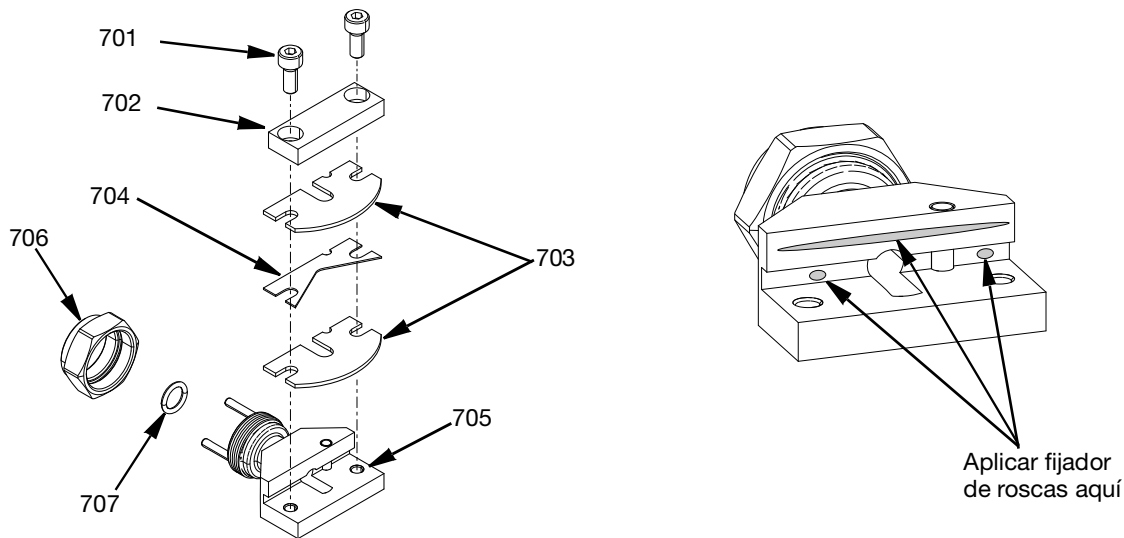

FIG. 41
- Coloque el espaciador de boquilla (704) entre dos placas de boquilla exterior WC (703) y alinee las muescas de las piezas.
- Aplique fijador de roscas azul de resistencia media; el utilizado para este montaje es Loctite® 242 o equivalente a la superficie que se muestra en FIG. 41.
- Coloque las piezas intercaladas contra el escalón de la boquilla del alojamiento (705), alineando las muescas con el pasador de posicionamiento que hay en la boquilla de la carcasa.
- Coloque la abrazadera (702) con la muesca del conducto de fluido mirando hacia el conducto y apriete con dos tornillos M4 de cabeza hueca (701). Apriete a 3,3 N•m (29,2 lb-pulg.). Consulte la FIG. 41.